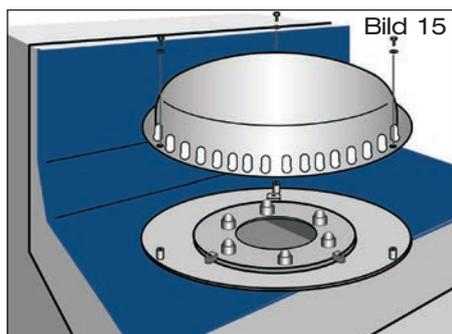

Bild 15
- 2.7 Saughaube mit beiliegenden Befestigungsschrauben und U-Scheiben mit Bodenplatte verschrauben (Bild 15 bzw. 15A). Beiliegende Schrauben mit Steck- oder Ringschlüssel SW 10 anziehen. Befestigung handfest bis max. 5 Nm.